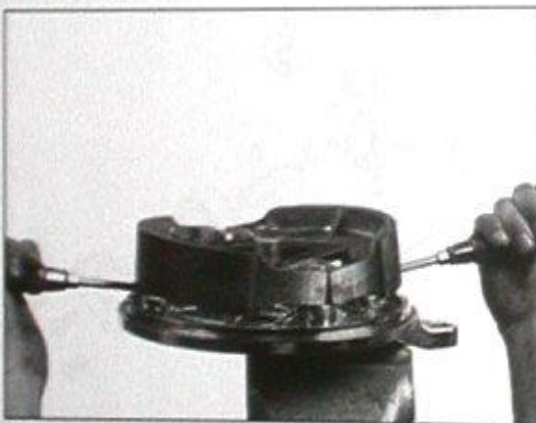

Bild 248
- Bremsbeläge aushebeln (Bild 248).